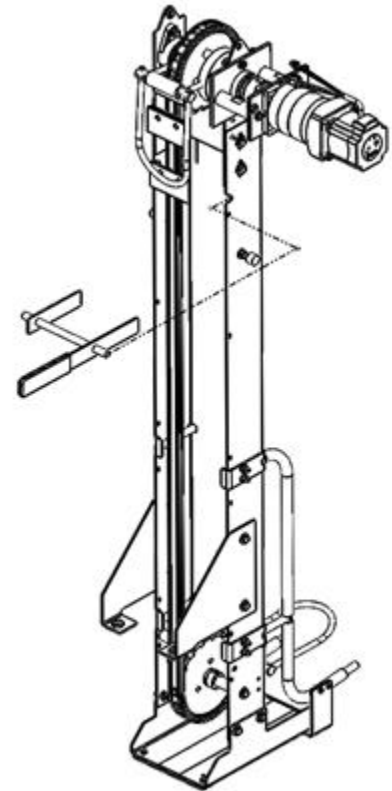

Figure E-15, Tendeur pour élévateur
4. Desserrer les boulons (4) de fixation du châssis principal de l'élévateur au châssis supérieur de l'élévateur.
5. Mettre en place le tendeur pour l'élévateur (051-200-472) dans les ouvertures du châssis principal de l'élévateur. Les doubles leviers doivent s'étendre dans les ouvertures. La tige du tendeur doit être positionnée entre la chaîne et le châssis principal de l'élévateur. Voir la Figure E-15.
6. Pousser le levier du tendeur vers le bas pour soulever le châssis supérieur de l'élévateur. Serrer les boulons (4) en maintenant la bonne tension de la chaîne.